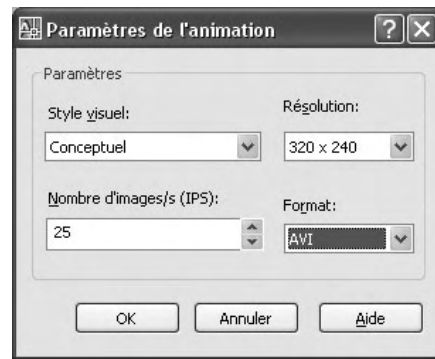

Fig.11.18
- 1] Ouvrez la boîte **Paramètres de l'animation** (Animation Settings) en cliquant sur le bouton **Paramètres de l'animation** (Animation Settings) dans le **Panneau de configuration Navigation 3D** (3D Navigate) (fig.11.18).